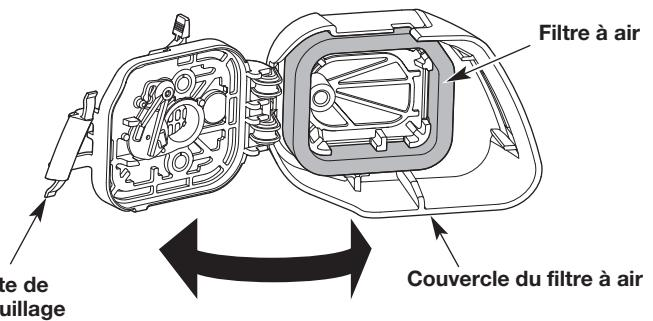

Fig. 17
- Ouvrez le couvercle du filtre à air : appuyez sur la patte de verrouillage et faites basculer le couvercle du filtre vers la droite (Fig. 17).
- Retirez le filtre à air de l'intérieur du couvercle du filtre (Fig. 17).
- Réinstallez le filtre à air à l'intérieur du couvercle (Fig. 17).
- Fermez le couvercle du filtre à air : basculez le couvercle du filtre vers la gauche et appuyez dessus jusqu'à ce que la patte de verrouillage s'enclenche en position fermée (Fig. 17).